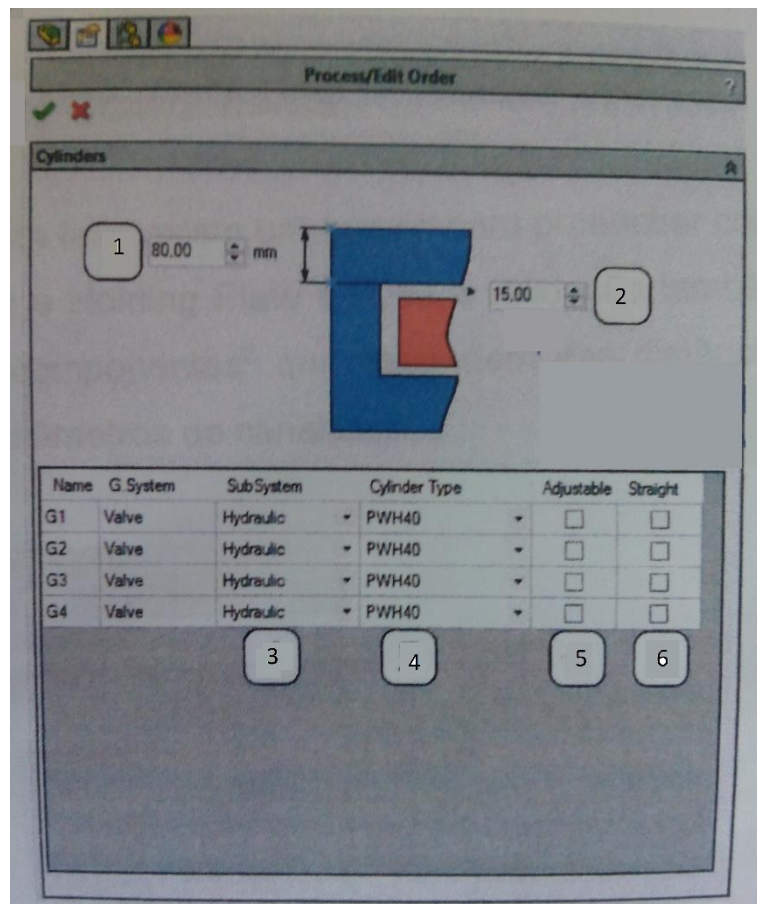

Figura 55- Características dos cilindros
7. *Cylinders*- Neste campo seleciona-se o tipo de cilindro a utilizar define-se espaçamentos entre chapas figura 55.